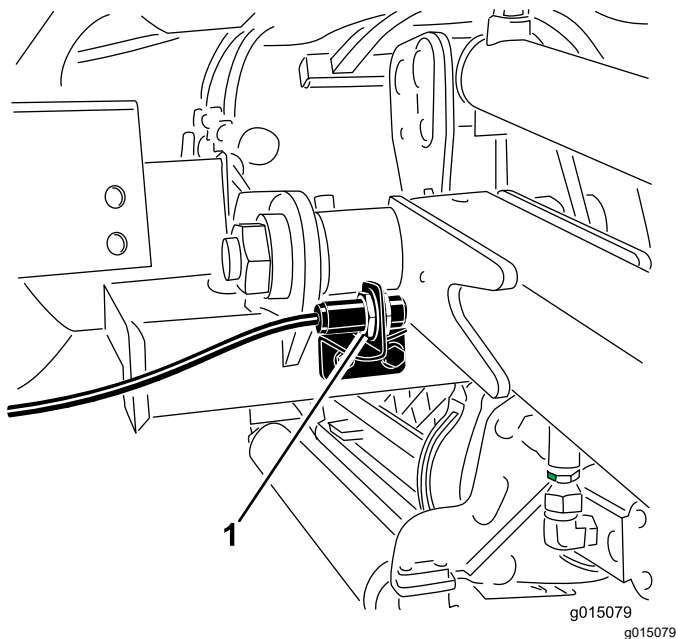

図 39
2. 昇降アームスイッチは、前右昇降アームの裏側にあります 図 39。
3. スイッチ取り付けねじ(図 39)をゆるめ、昇降アームの旋回高さを高くしたい場合にはスイッチを上に移動させる旋回高さを低くしたい場合にはスイッチを下に移動させる。調整ができたらねじを締め付ける。